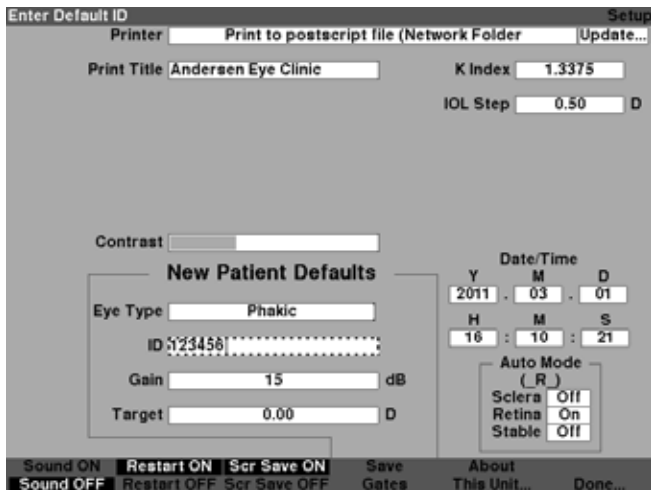

Figura 5-48 Ingreso de la identificación predeterminada
3. En el campo de identificación predeterminada, ingrese la identificación predeterminada, como se muestra en la Figura 5-48.